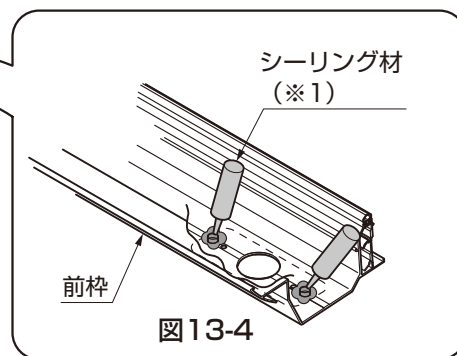

図13-4
- ④ でんでんを【13-6】または【14-6】で、ドレンエルボ、縦樋、92°エルボを接着剤で取付けてください。
⑤ ネジ部にシーリングをしてください。(※1)(図13-4参照)